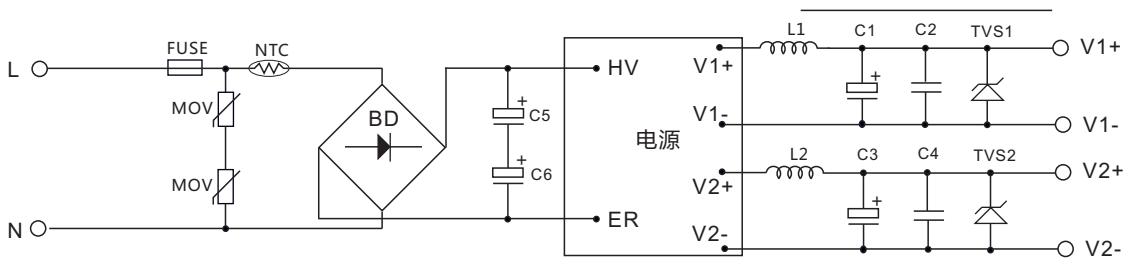

图 1
4. 客户的一般EMC要求用图1推荐电路,如果有更高的EMC需求,推荐客户用图2电路。